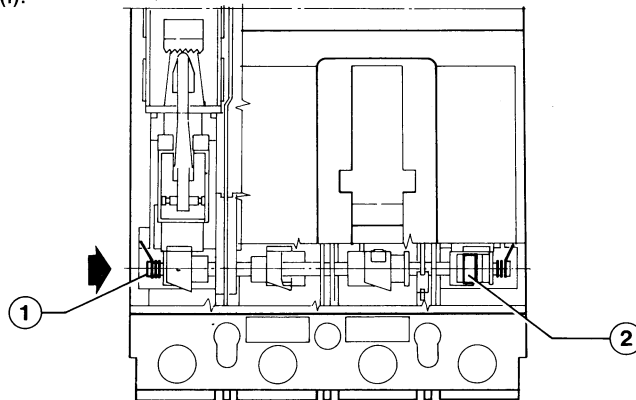

Fig. 19
- prima di rimontare il coperchio, portare verso destra (interruttore visto di fronte) l'albero di sgancio (1) (vedere fig. 19). Rimontare il coperchio facendo attenzione che il gancio del dispositivo di regolazione si inserisca nella cava (2). Rimettere nella posizione corretta il dispositivo di regolazione (f).
- before remounting the cover, move the trip shaft (1) towards the right (breaker seen from the front) (see fig. 19). Remount the cover, taking care that the hook of the regulation device fits into the slot (2). Put the regulation device (f) back into the correct position.